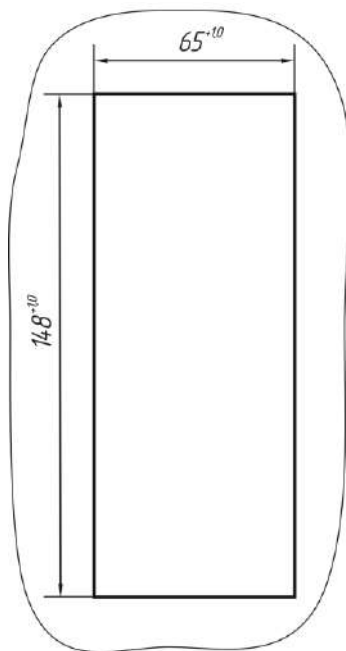

Рис. 6.1. Вырез на щите для установки Контроллера
- группа многофункциональных контроллеров: на щите при помощи пары кронштейнов, поставляемых в комплекте (вырез в щите для установки представлен на рис. 6.1); минимальная глубина шкафа для установки Контроллера — 280 мм.
Каждому Контроллеру должен быть присвоен индивидуальный сетевой номер от 0 до 7¹. Сетевой номер задается с помощью 4-х штырькового переключателя на передней панели Контроллера в двоичном формате. Положение штырьков при задании сетевого номера показано на рис. 6.1 (сетевой номер равен сумме номеров включенных штырьков).